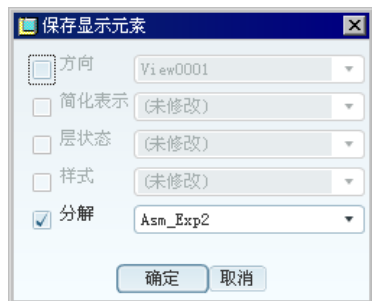

图 9.5.14 “保存显示元素”对话框
- (3) 在图 9.5.14 所示的“保存显示元素”对话框中单击  按钮。